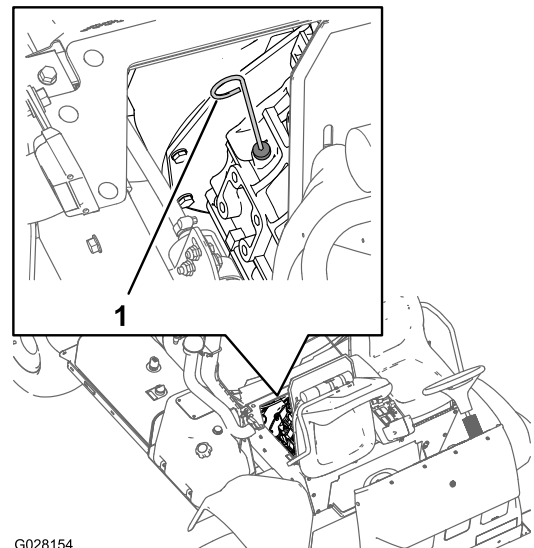

Bild 69
2. Nehmen Sie den Peilstab heraus, der sich unter dem Fahrersitz befindet, und wischen Sie ihn mit einem sauberen Lappen ab (Bild 69).
6. Nehmen Sie den Peilstab heraus und lesen den Ölstand im Motor ab (Bild 69).
7. Gießen Sie langsam weiteres Öl der angegebenen Sorte ein, um den Ölstand bis zur VOLL-Markierung am Peilstab anzuheben (Bild 69).